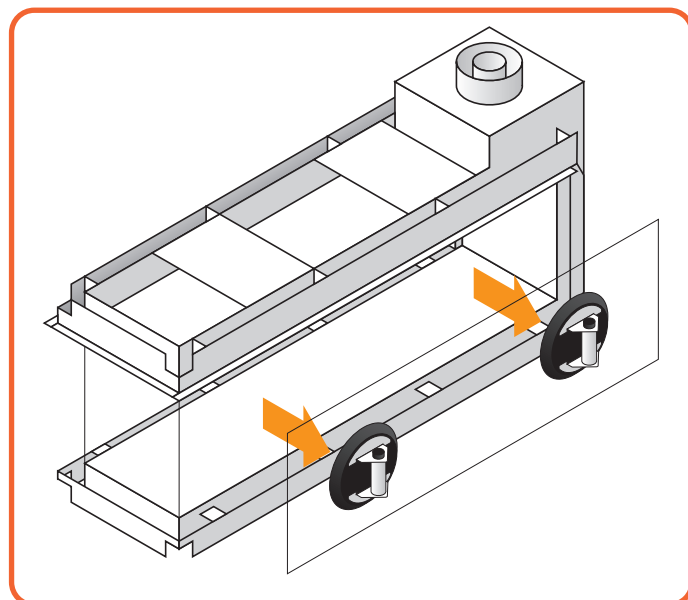

Figura 10.13 - Rimozione del vetro
- Sollevare il vetro dalla guida inferiore e inclinarlo facendolo passare attraverso l'apertura, come mostrato nella **Figura 10.13.**